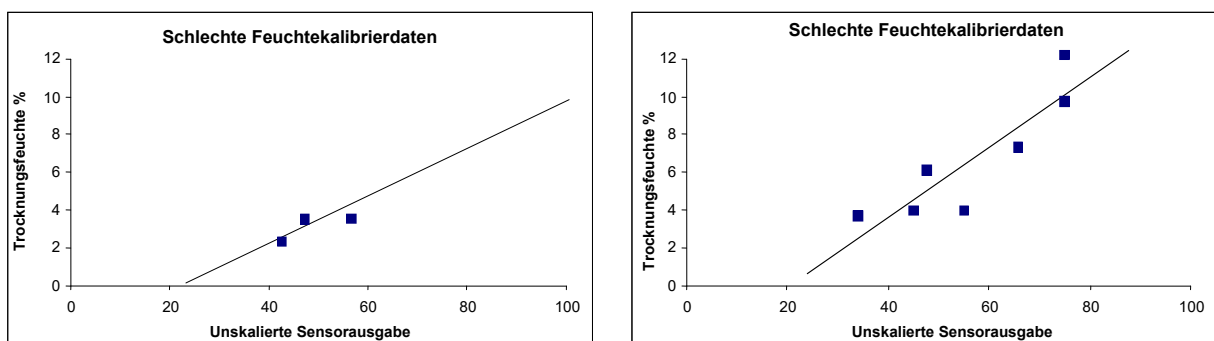

Abbildung 18: Beispiele für mangelhafte Kalibrierpunkte
- Es werden Proben mit ähnlichem Feuchtegehalt genommen (Abbildung 18, links). Es muss ein möglichst großer Feuchtebereich gegeben sein.
- Große Streuung der Messwerte, wie im folgenden Diagramm Abbildung 18 (rechts) dargestellt. Dies deutet gewöhnlich auf eine unzuverlässige bzw. uneinheitliche Probenahme („Austrocknung“) oder auf eine mangelhafte Sensorplatzierung mit unzureichendem Materialfluss hin.